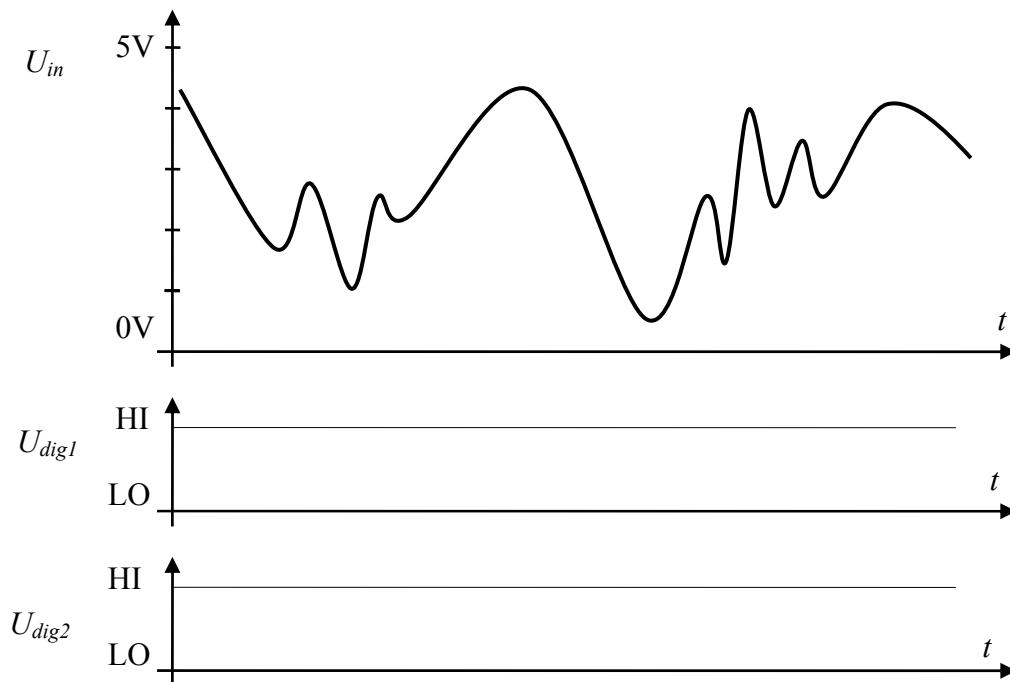

Abbildung 2.2
Gegeben ist weiters der Spannungsverlauf  $U_{in}$  in Abbildung 2.2:
- (d) Wie sieht die Ausgangsspannung am Ausgang des Schmitt-Trigger aus, wenn Sie die Eingangsspannung nach Abbildung 2.2 anlegen? Tragen Sie den Verlauf als  $U_{dig1}$  in Abbildung 2.2 ein!
- (e) Nehmen Sie nun einen Komparator mit fixer Schwellspannung von 2V, d.h. ohne Hysterese, an und stellen Sie dessen Ausgangsspannungsverlauf als  $U_{dig2}$  in Abbildung 2.2 dar!